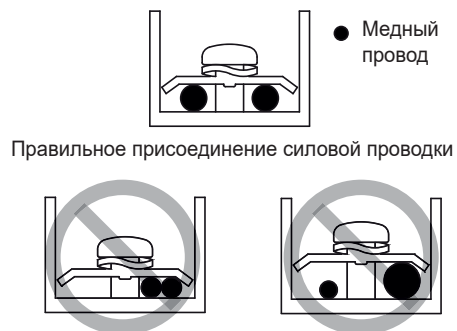

Рисунок 9.2
- Не присоединяйте два силовых кабеля разного диаметра к одной и той же клемме электропитания (это может привести к перегреву проводов из-за ослабленной электропроводки, см. рисунок 9.2).